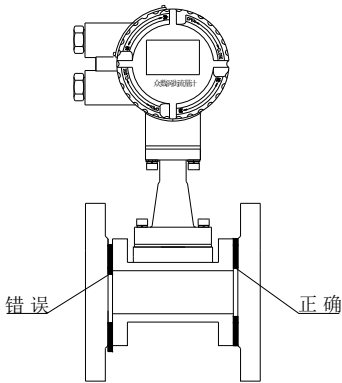

图 3.1 垫片安装示意图
- 5) 不要将密封垫片凸出到管道中（如图 3.1），否则将使读数有误差。即使是夹持型的众数涡街流量计，也要使用带有螺栓孔的垫片，当使用没有螺栓孔的密封垫片时，要在制造密封垫片厂里订做。